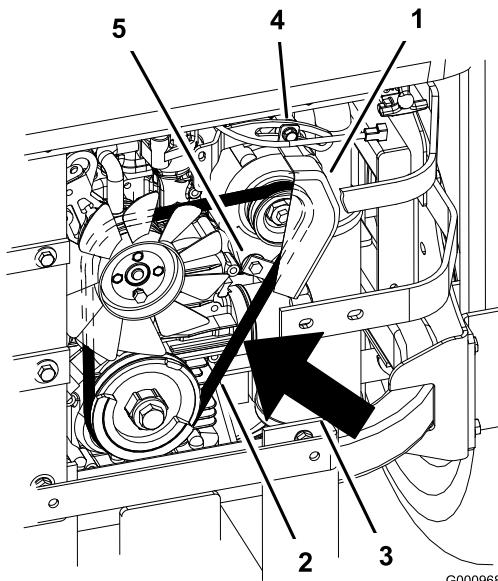

Figura 66
- Allentate il bullone inferiore e togliete il bullone superiore che fissa l'alternatore ed il coperchio (Figura 66).
- Montate la nuova cinghia attorno alle pulegge e all'alternatore (Figura 66).
- Serrate il bullone inferiore e montate il bullone superiore che fissa l'alternatore ed il coperchio (Figura 66).
- Regolate l'alternatore verso l'esterno fino ad ottenere una flessione della cinghia di 7-9 mm tra le pulegge del motore e dell'alternatore con una forza di 10 kgf (Figura 66).
- Se la flessione è esatta, serrate i bulloni inferiore e superiore (Figura 66).